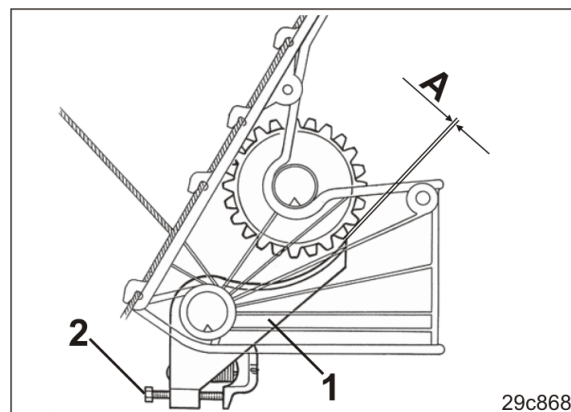

Fig. 236
2. Verificați libertatea de mișcare a clapetelor bazale (Fig. 236/1).
Distanța "A" (Fig. 236) dintre clapeta bazală și discul de distribuție este de 0,1 mm până la 0,5 mm.
5. Reglați distanța prescrisă cu ajutorul șurubului (Fig. 236/2).